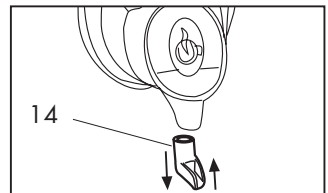

Abb. 14
Die Düse (14) aus dem Sitz nach unten ziehen. Sorgfältig waschen und Kaffeerückstände entfernen. Nach der Reinigung, die Düse wieder in ihren Sitz bis zum Anschlag drücken. (Abb. 14)